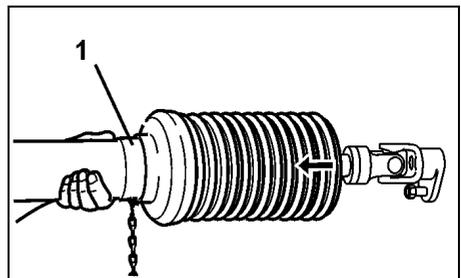

Fig. 14
- Schutzhälfte (Fig. 14/1) abziehen.